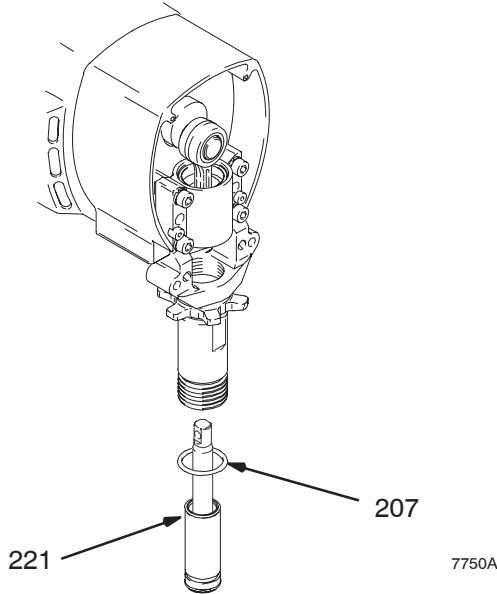

Fig. 18
Fig. 18. Graisser le joint torique (221) et le mettre en place sur la chemise. Faire coulisser l'ensemble chemise/tige de piston dans le bas du cylindre. Remplacer le joint torique (207) si on le désire.